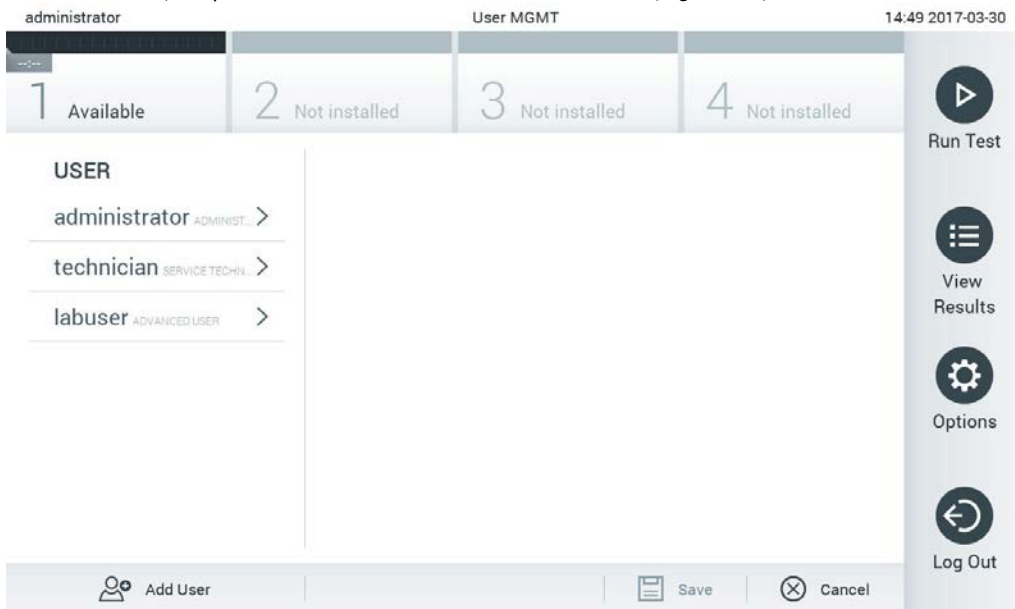

Figura 58. O ecrã User Management (Gestão de utilizadores).
1. Prima o botão Options (Opções) e, em seguida, o botão User Management (Gestão de utilizadores) para configurar os utilizadores. O ecrã User Management (Gestão de utilizadores) é apresentado na área de conteúdo do visor (Figura 58).